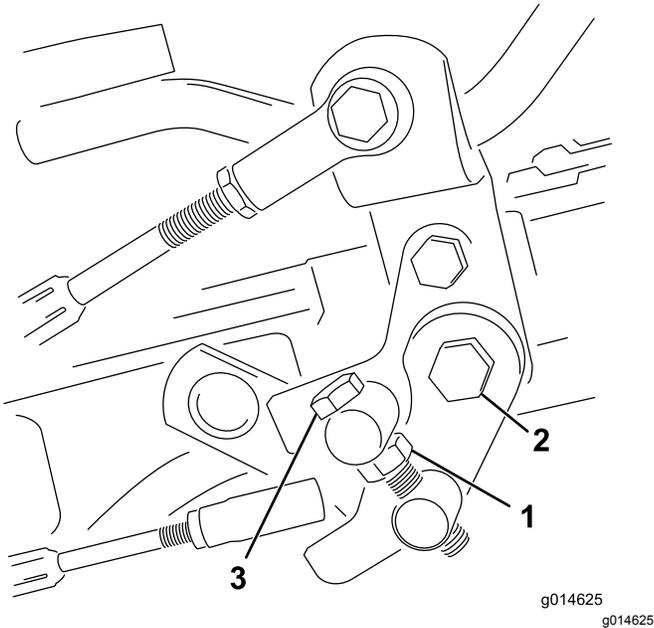

图40
1. 松开枢轴螺栓上的锁紧螺母图40。
4. 上紧枢轴螺栓上的锁紧螺母和踏板枢轴上的螺母锁定调整图40。检查调整情况并按需要调整。